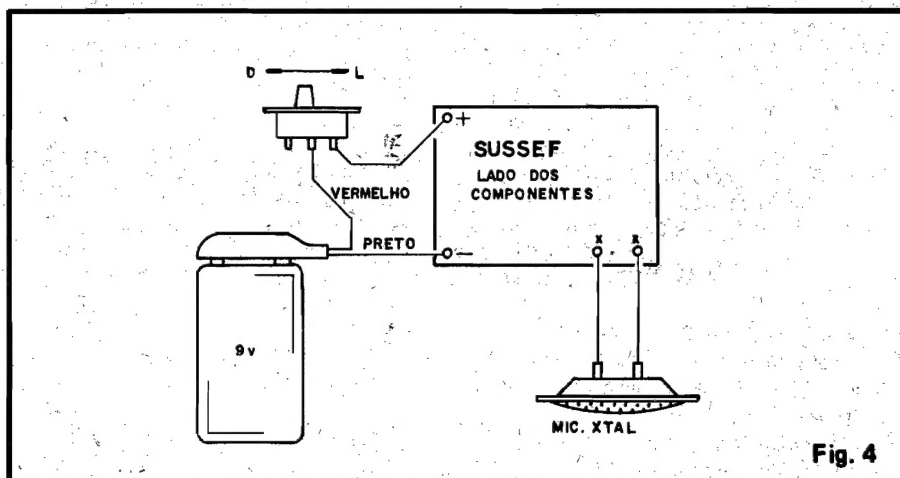

Fig. 4
Depois de todas as peças colocadas e soldadas, convém conferir com atenção suas identificações, posições e valores (em relação à fig. 3) e só então cortar as "sobras" de terminais pelo lado cobreado da placa. Os pontos (+) e (-) da fig. 3, assim como os pontos (X) (X), referem-se às conexões externas à placa, que estão detalhadas na fig. 4. Nesse estágio, o ponto mais importante é a correta polaridade da alimentação, devendo o leitor novato notar que o positivo corresponde ao fio vermelho e o negativo ao fio preto (suportes de pilhas ou "clips" de bateria já vem codificados com tais cores, para facilitar a identificação).